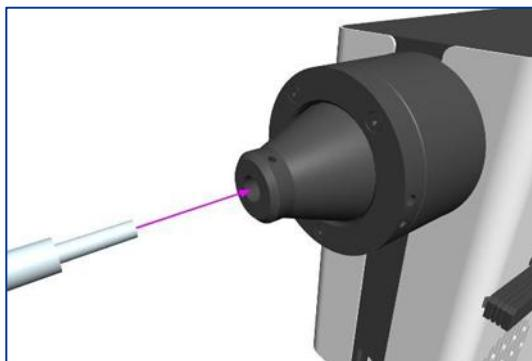

图 14
1. 将 3 毫米液体导光管的自由端插入光源, 确保导光管完全插入光源输出筒 (图 14)